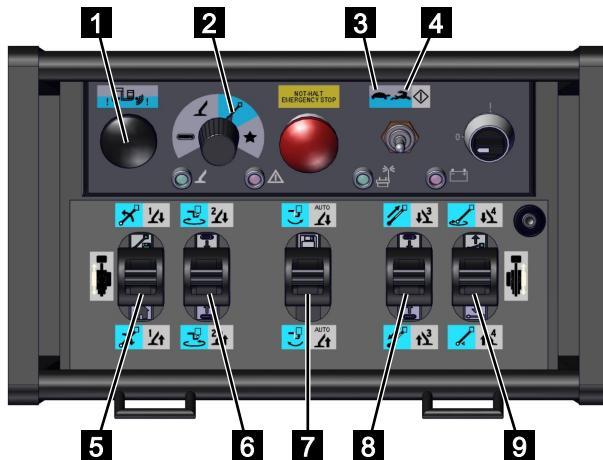

Abb. 138
5. Den Funktionswahlschalter an der Steuerung auf [Bühnenfunktion] (blau) (Abb.138/2) stellen.
6. Mit dem Betriebswahlschalter an der Steuerung die Geschwindigkeit [Kriechgang] (Abb.138/3) oder [Eilgang] (Abb.138/4) wählen.
7. In bestimmten Bereichen ist es erforderlich den Kollisionstaster zu betätigen. Hierzu muss der Kollisionstaster (Abb.138/1) gleichzeitig mit dem gewünschten Steuerhebel gedrückt werden.
8. Bühne mit den Steuerhebeln (Abb.138/5,6,7,8 und 9) gemäß nachfolgender Tabelle bedienen.